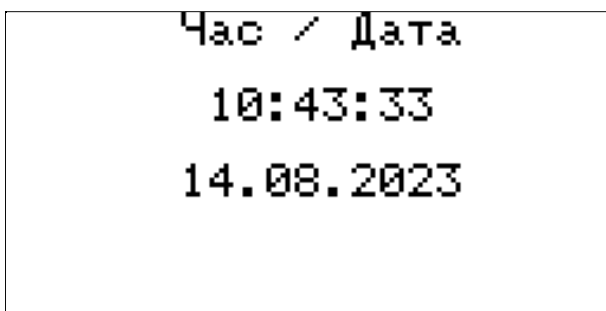

Рис. 11
7.2.2.5 Екран «Час / Дата» представлений на Рис. 11.